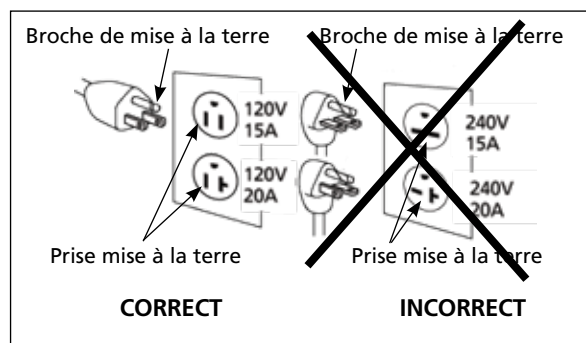

Figure 2 - Méthode de mise à la terre
1. Ce produit est conçu pour être utilisé sur un circuit de 120 V. Il doit être mis à la terre. Dans le cas d'un court-circuit, la mise à la terre réduit le risque d'une décharge électrique en fournissant un chemin de courant alternatif au sol. L'unité est équipée d'un cordon électrique qui possède une broche de mise à la terre. Elle s'insère facilement dans l'un des types communs de prises électriques montrées à la figure 2. Si la fiche ne s'insère pas dans la prise désirée, demandez à un électricien qualifié de remplacer la fiche ou la prise.
1. Si la fiche du cordon électrique de l'unité ne vous est pas familière et si elle ne s'insère pas dans votre réceptacle, la Figure 2 vous aidera à en comprendre la raison grâce à ses illustrations de fiches et les tensions différentes avec lesquelles elle peut être utilisée.
3. Ce produit est conçu pour être utilisé sur un circuit de 120 V et est doté d'une broche de mise à la terre semblable à la broche illustrée dans la figure 2.